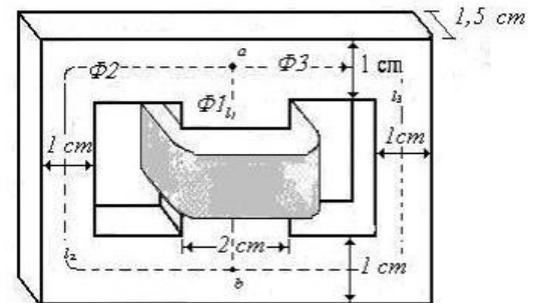

Fig. 5
5.-La Fig. 5 representa el circuito paralelo magnético de *acero colado* de un transformador trifásico y tiene una bobina de 500 vts. Las longitudes medias son  $l_2 = l_3 = 10 \text{ cm}$ ,  $l_1 = 4 \text{ cm}$ . Halle la corriente en la bobina si  $\phi_3 = 0,173 \text{ mWb}$ .